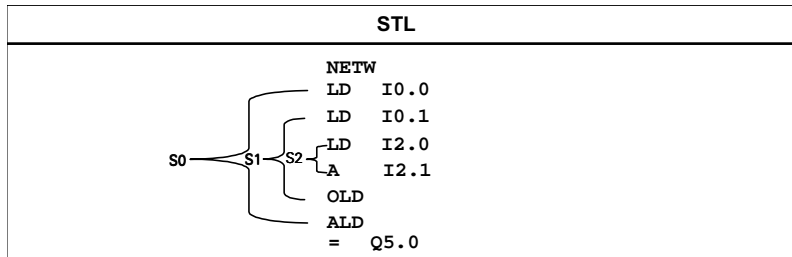
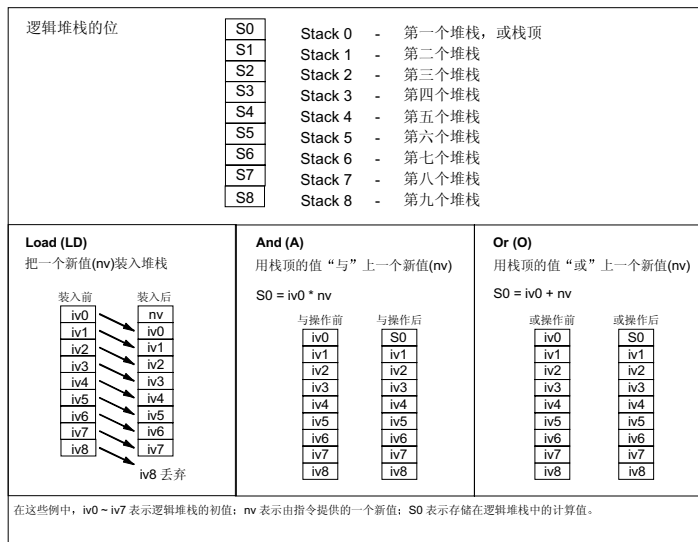

图 4-3 语句表程序实例
图 4-4 S7-200 CPU 的逻辑堆栈
STEP 7-Micro/WIN 32 语句表 (STL) 编辑器允许输入指令助记符创建控制程序。一般来说, STL 编辑器更适合于熟悉 PLC 和逻辑编程的有经验的程序员。STL 编辑器也能让你编写用梯形图或功能块图编辑器无法实现的程序。这是因为你是用 CPU 直接执行的语句进行编程, 而在图形编程器中, 为了正确地画出图形必须遵守一些规则。图 4-3 给出了语句表程序的一个例子。
从图4-3可以看出, 这样的文本型的程序和汇编语言程序非常相似。CPU从上到下按照程序的次序执行每一条指令, 程序结束后再返回到起始位置继续执行。STL和汇编语言在另一方面也相似。S7-200 CPU使用一个逻辑堆栈分析控制逻辑(如图4-4)。LAD和FBD 编辑器自动地插入必要的指令来处理堆栈操作。使用STL, 你必须插入这些指令处理堆栈。